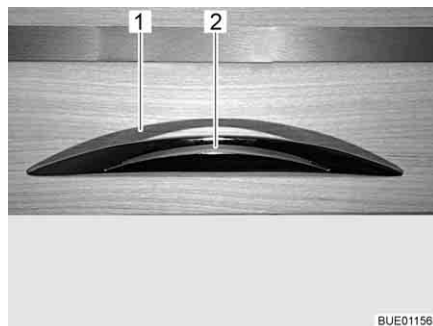

Bild 58 Skåplucka med låshandtag
- Tryck in låshandtaget (Bild 58,2) och håll det intryckt.
- Öppna skåpluckan genom att dra i låshandtaget (Bild 58,1).